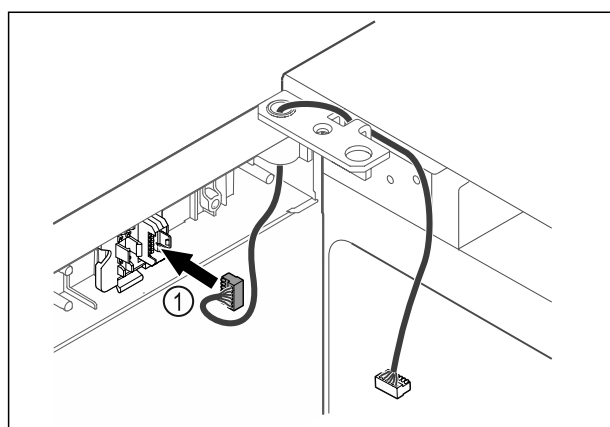

Fig. 41
- Stekker Fig. 41 (1) in stekkerhouder steken.